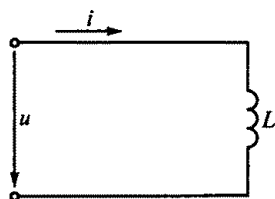

Рис. 84
3.23. Ток в цепи с индуктивностью L на рис. 84 изменяется по закону $i = I_{\max} \sin \omega t$. Каковы в этой цепи напряжение и ЭДС самоиндукции?